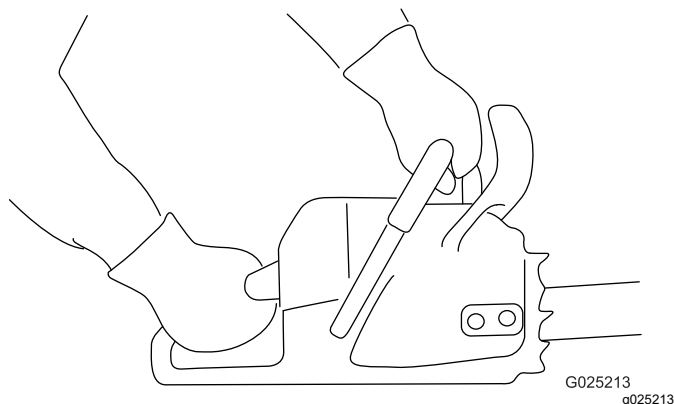

Figure 13
1. Tenez fermement la tronçonneuse à deux mains, la main gauche sur la poignée avant et la main droite sur la poignée arrière, comme montré à la Figure 13.
1. Tenez fermement la tronçonneuse comme montré à la Figure 13.
3. Tenez fermement la tronçonneuse comme montré (Figure 13).